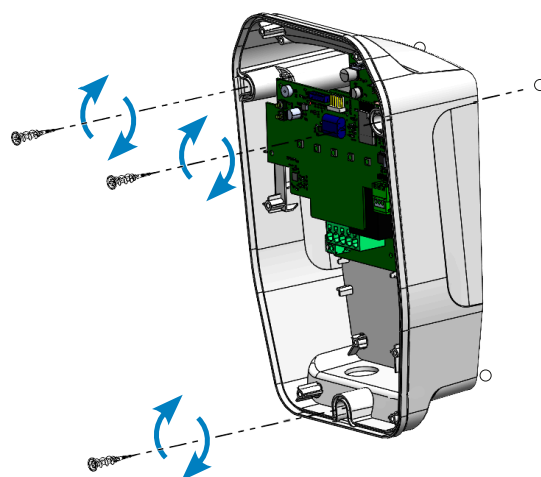

Figura 14: Fijación.
- 2.- Utilizar solo los orificios del Punto de Recarga indicados en la **Figura 14** para fijar el **eHome 5** en la pared. No hacer ningún otro agujero en la carcasa; De lo contrario, es posible que no se conserve el grado de IP del Punto de Recarga.